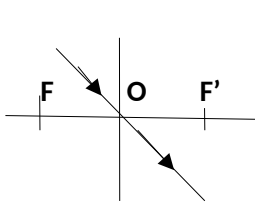

Fig.1
- Tout rayon incident passant par le centre optique n'est pas dévié. (fig.1)